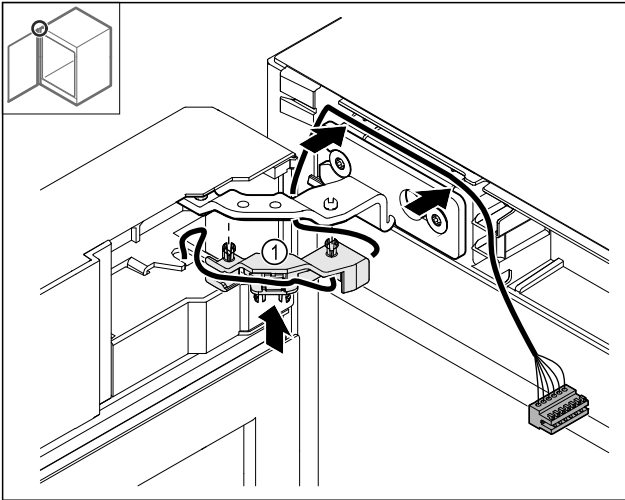

Fig. 44
- ▶ Paina johdon pidike Fig. 44 (1) saranaan.